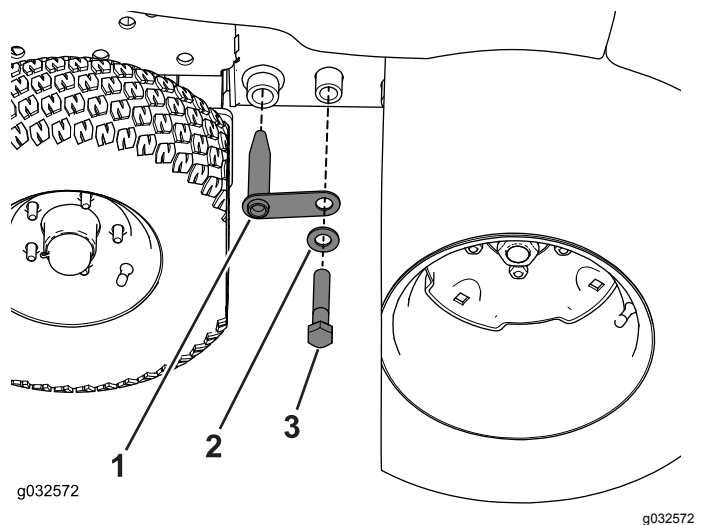

Figura 69
4. Utilize a ligação do acoplador, o parafuso (¾ pol. x 4 pol.) e a anilha para prender a estrutura de inverno à estrutura da máquina (Figura 69).